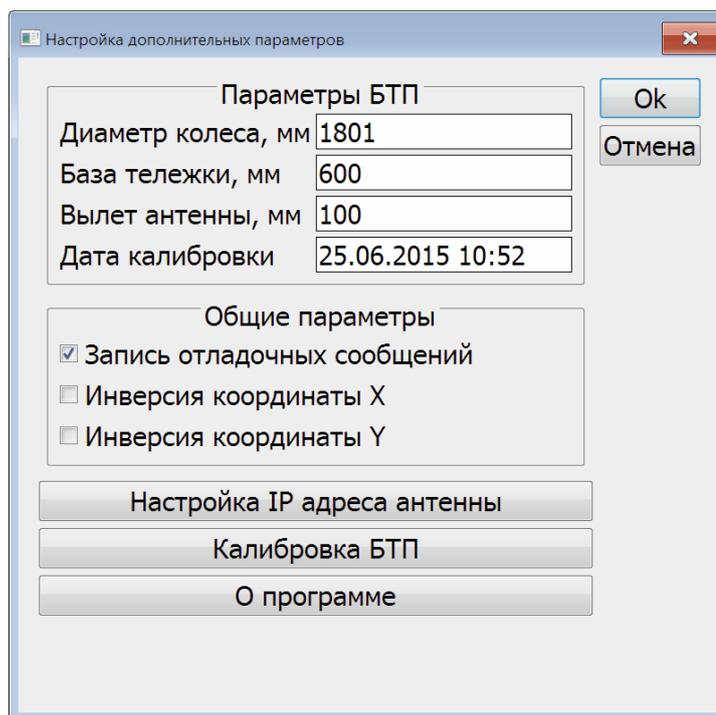

Рис. 7.8 - Окно дополнительных настроечных параметров
- Кнопка **«Дополнительные параметры»** - открывает окно дополнительных параметров, представленное на Рис. 7.8 (подробнее см. ниже)